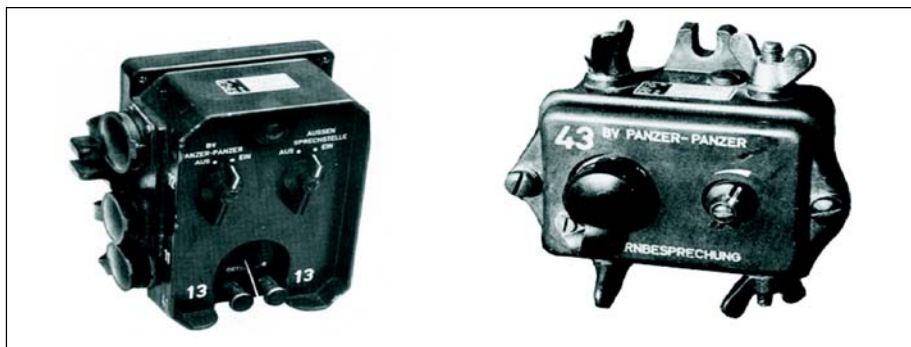

Fig 8-11. Caixa de controle das conexões externas
- (1) ligação carro-carro através fio;
- (2) entrada de um operador externo (Fzo a pé) no sistema intercom;
- (3) entrada de um operador (Fzo a pé) na rede FM do CC; e
- (4) ligação por fio com a caixa do controle remoto.
b. A instalação externa é composta pela caixa do telefone externo e pela caixa de controle das conexões externas. (Fig 8-11)